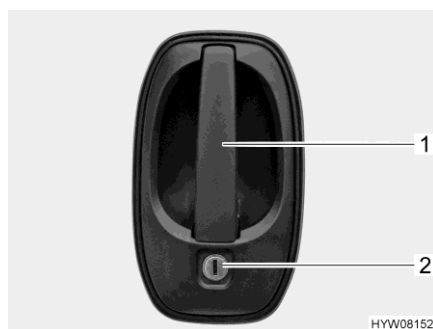

Fig. 40 Serratura della porta (porta conducente/porta di ingresso, lato esterno)
- Inserire la chiave nel cilindro della serratura (Fig. 40,2) e ruotare fino a quando la serratura della porta si sblocca.
- Tirare la maniglia della porta (Fig. 40,1). La porta è aperta.
- Inserire la chiave nel cilindro della serratura (Fig. 40,2) e ruotare fino a quando la serratura della porta si blocca.